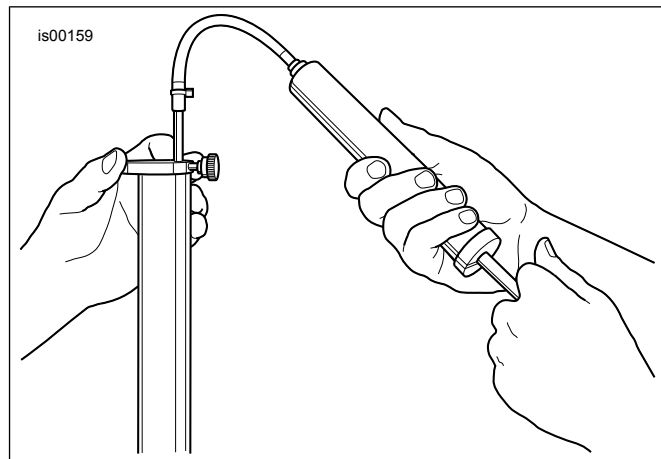

Figura 8. Remover o excesso do óleo de garfo (HD-59000B)
- a. Figura 8 Adquirir o indicador do nível de óleo do garfo dianteiro (HD-59000B).